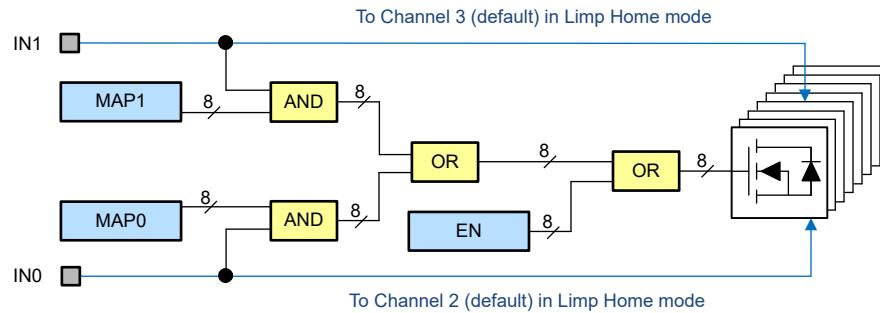

図 7-2. 入力マッピング
デバイスには 2 つの入力ピンがあります。各入力ピンはデフォルトで 1 つのチャネル (IN0 からチャネル 2、IN1 からチャネル 3) に接続されています。入力マッピングレジスタ MAP0 および MAP1 は、各入力ピンに追加または異なるチャネルを接続するようにプログラムできます (図 7-2 を参照)。チャネルを駆動する信号は、EN レジスタの状態、PWM ジェネレータ (PWM ジェネレータの出力マッピング状態に従う)、および IN0 と IN1 (入力マッピング レジスタの状態に従う) との論理和 (OR) の組み合わせによって決定されます。